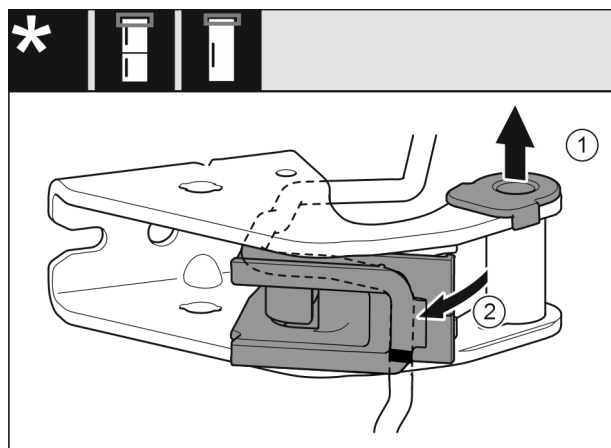

Fig. 27
- ▶ Træk hængselsbøsningen Fig. 27 (1) ud af føringen.
- ▶ Sving kabelholderen Fig. 27 (2) ud.